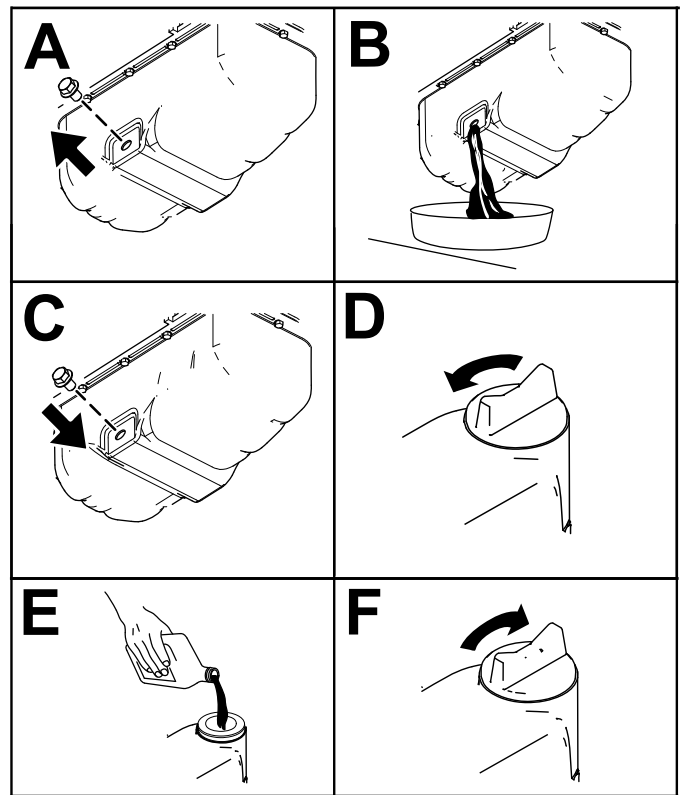

Figura 53
- Mude o óleo do motor conforme indicado na Figura 53.